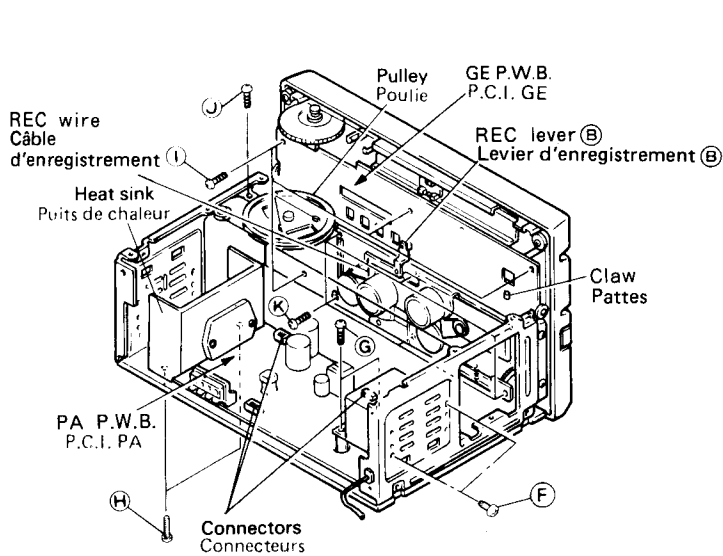

Fig. 3
- 4. Removing the PA P.W.B. (Fig. 3)**
- 5. Removing the GE P.W.B. (Fig. 3)**
- 6. Removing the Cassette Chassis (Fig. 3)**
**4. Retrait de la P.C.I. PA (Fig. 3)**
**5. Retrait de la P.C.I. GE (Fig. 3)**
**6. Retrait du coffret (Fig. 3)**